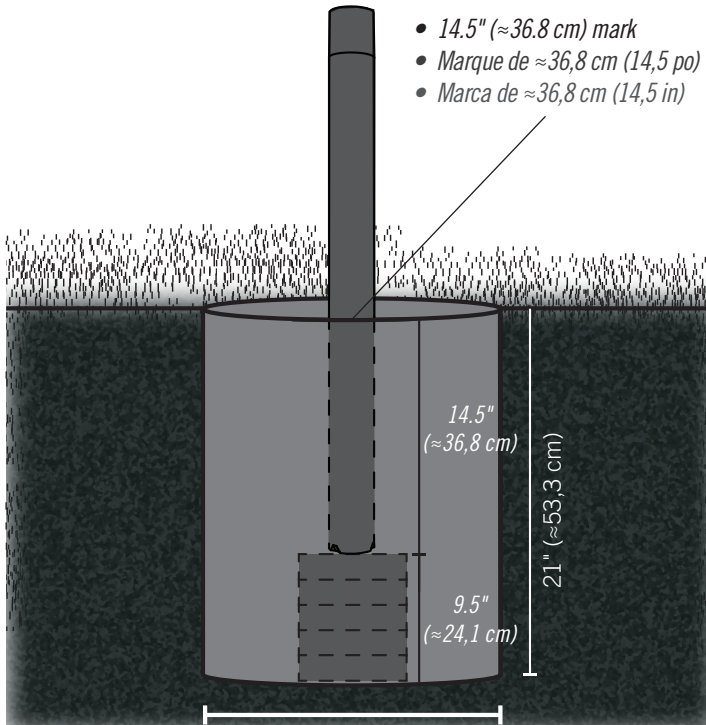
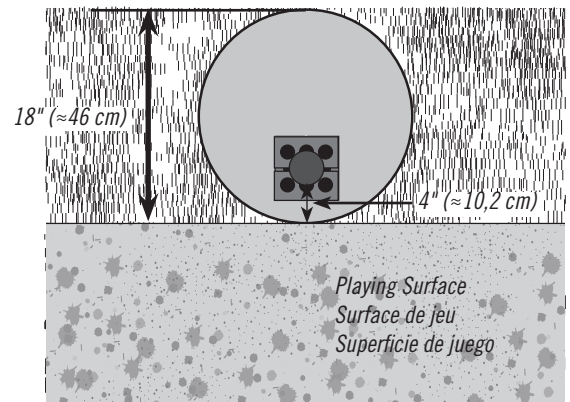

Fig. 1
Fig. 2
- Set the bottom of the bottom pole onto the bricks or patio blocks. The 14.5" (≈36.8 cm) mark on the pole should be flush with the playing surface (Fig. 1). If it is not flush, the system will not adjust to the correct heights. The edge of the pole should be 4" (≈10.2 cm) from the playing surface (Fig. 2) to ensure the back board overhangs the playing surface. If it is not, adjust it.
- Mettre l'extrémité inférieure du poteau inférieur sur les briques ou dalles de patio. La marque de ≈36,8 cm (14,5 po) devrait être au ras de la surface de jeu (Fig. 1). S'il n'est pas affleurant, le système ne s'ajustera pas aux hauteurs correctes. Le bord du poteau devrait être 4 po (≈10,2 cm) de la surface de jeu (Fig. 2) pour assurer que le panneau surplombe la surface de jeu. Sinon, l'ajuster.
- Colocar el extremo inferior del poste inferior sobre los ladrillos o los bloques de patio. La marca de ≈36,8 cm (14,5 in) debería estar al ras de la superficie de juego (Fig. 1). Si no está enrasado, el sistema no se ajustará pas a las alturas correctas. El borde del poste debería estar 4 in (≈10,2 cm) de la superficie de juego (Fig. 2) para asegurar que el tablero sobresale por encima de la superficie de juego. Si no, ajustarlo.